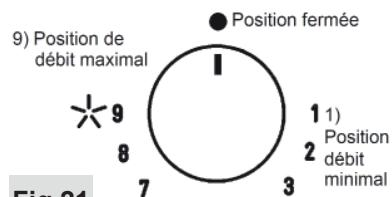

Fig.21
Pousser et tourner le bouton rotatif correspondant au brûleur souhaité dans le sens inverse des aiguilles d'une montre jusqu'à ce qu'il atteigne la position d'allumage maximal \* (position 9 fig. 21), puis relâcher le bouton rotatif ; le robinet est équipé d'une échelle de 9 positions, à chaque cran, la flamme se réduit jusqu'à atteindre la position 1, l'alimentation minimale en gaz.
Les boutons des brûleurs équipés d'un dispositif de coupure en cas d'absence de flamme doivent être tournés dans le sens inverse des aiguilles d'une montre jusqu'à ce qu'ils atteignent la position d'allumage maximal (position 9, fig. 21) et qu'ils s'arrêtent. Appuyer ensuite sur le bouton rotatif en question et répéter les opérations indiquées précédemment.
- Lorsque le contenu de la casserole arrive à ébullition, régler le bouton rotatif sur la position correspondant au débit minimal (position 1, fig. 21).
- Les brûleurs équipés d'un dispositif de coupure de sécurité en cas d'extinction de la flamme ne peuvent être allumés que lorsque le bouton relatif a été placé sur la position d'allumage maximal (Position 9, fig. 21).